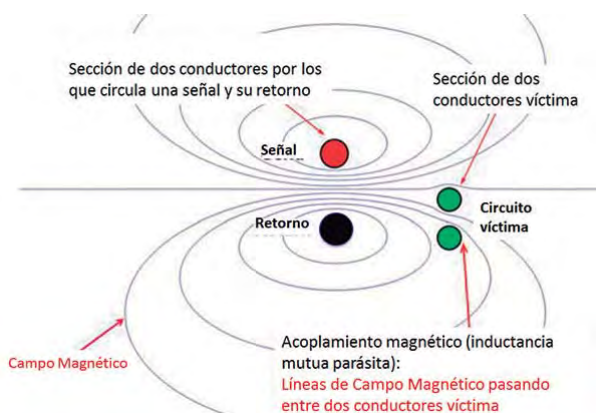

Figura 6: Ejemplo de acoplamiento de campo magnético
- Acoplamiento magnético o inductivo (figura 6)
En el acoplamiento magnético, las líneas de flujo H nunca terminan en los conductores. Aquí también la densidad de las líneas nos dice la intensidad de campo H y podemos ver en la Figura 6 que la intensidad de campo es mayor entre el conductor de la señal y su retorno. También las líneas de campo magnético se extienden en el espacio alrededor de los conductores, mostrando que los campos H se debilitan al aumentar la distancia. Cuando las líneas de campo H se encuentran con un bucle de corriente víctima, las líneas de campo se distorsionan ligeramente, y algunas líneas pasan fuera de la zona del área del bucle de corriente del circuito víctima, mientras que otras pasan a través del bucle. Las líneas que pasan a través del área del bucle de corriente del circuito víctima representan el acoplamiento de campo H, que también puede ser descrito como acoplamiento inductivo o por inductancia mutua o parásita. Es como un transformador accidental entre el generador y la víctima.